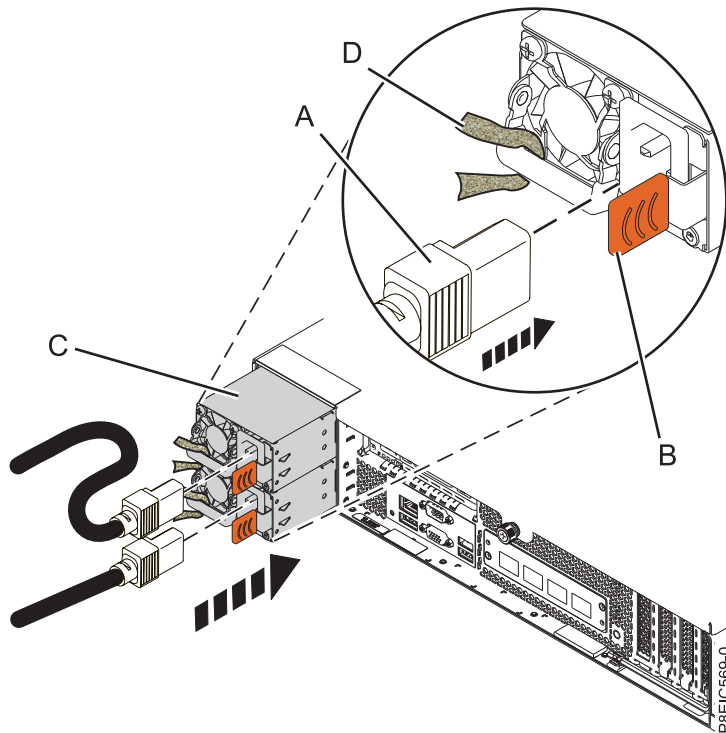

Figure 47. Connexion des cordons d'alimentation au système
2. A l'aide des étiquettes, reconnectez les cordons d'alimentation à l'unité centrale. Voir la figure 47.